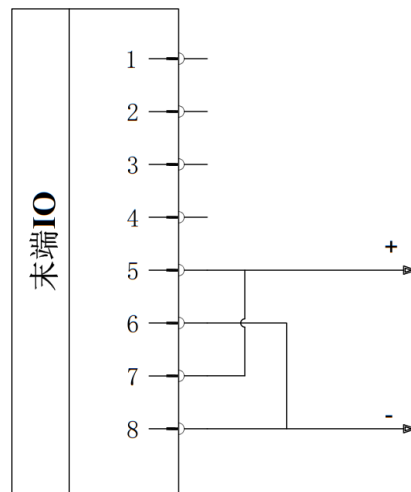

图 2-36: 双针模式 2 接线
2) 接线方法：如图 2-36，将电源线（5 灰色）与 TI1/TO1/PWR1 线（7 蓝色）连接，接地线（8 红色）与 TI0/TO0/GND1 线（6 粉红色）连接。